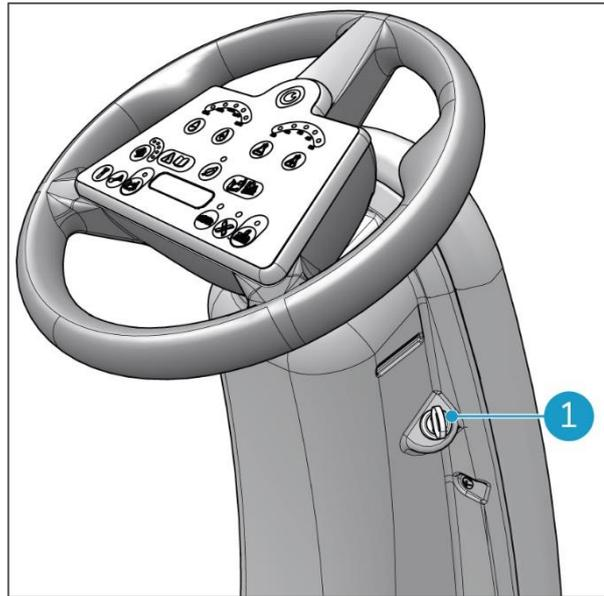

Abbildung 30
1. Stecken Sie den Zündschlüssel in das Schlüsselloch (Abbildung 30, Pos. 1).